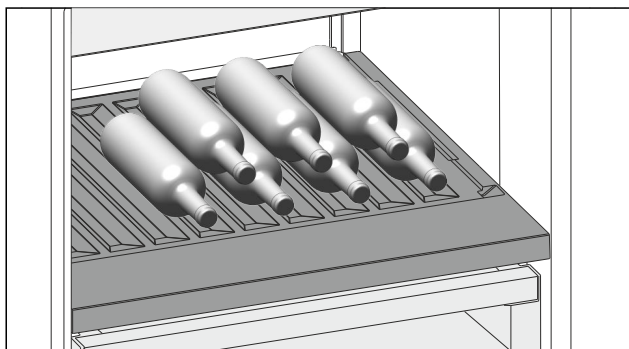

Fig. 213 Représentation à titre d'exemple
- Placer les bouteilles avec le fond orienté vers la paroi arrière de l'appareil. (voir Fig. 213)